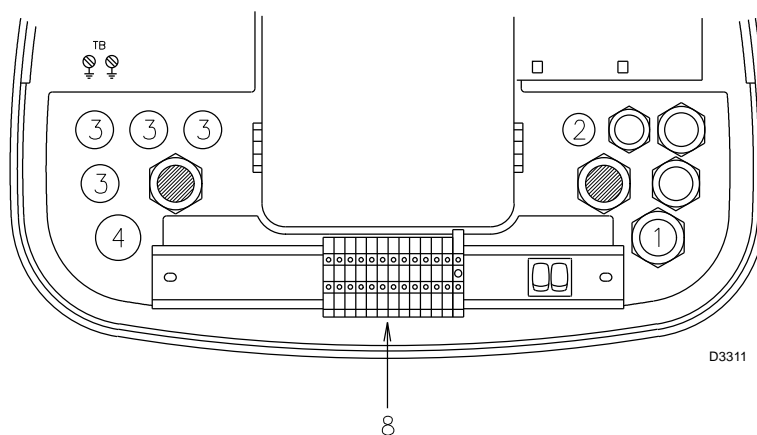

Fig. 15
- Todos os cabos a serem ligados à régua de bornes 8) do queimador (Fig. 15) devem passar pelo passacabos fornecido. Os passacabos e os furos predispostos podem ser utilizados de diversos modos.